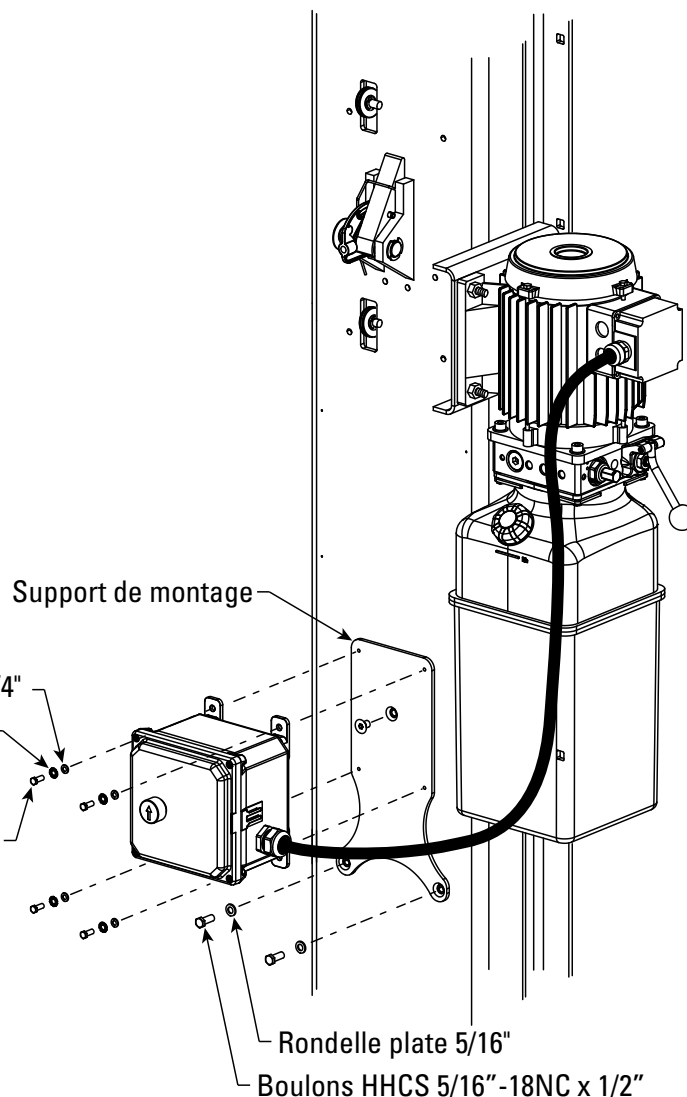

Figure 22a
- Fixez le support de montage sur la colonne, tel qu'illustré à la Figure 22a, à l'aide de (1) vis à métaux à tête creuse de 5/16" - 18NC x 1/2", (2) 5/16" - 18NC x 1/2" HHCS, et (2) Rondelles plates de 5/16".
- Fixez la boîte de contrôle au support en utilisant (4) 1/4"-20NC x 1/2" HHCS, (4) rondelles plates 1/4" et (4) rondelles étoile 1/4".